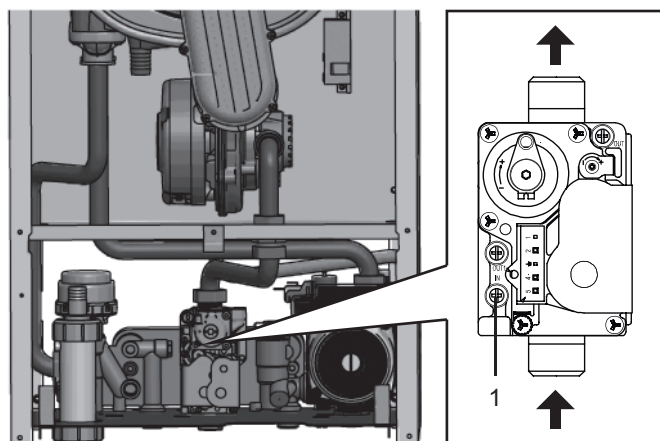

Figura 4-18 Controllare la pressione di ingresso del gas.
- Allentare le viti (figura 4-18, pos. 1) di un mezzo giro e infilare il tubo flessibile di prova sul raccordo di prova.